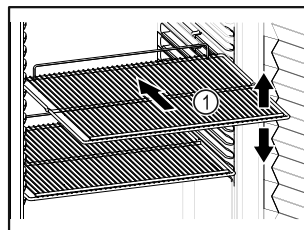

Fig. 50 Immagine a titolo di esempio
- ☐ Se è possibile spostare i ripiani Fig. 50 (1), regolarli in altezza.